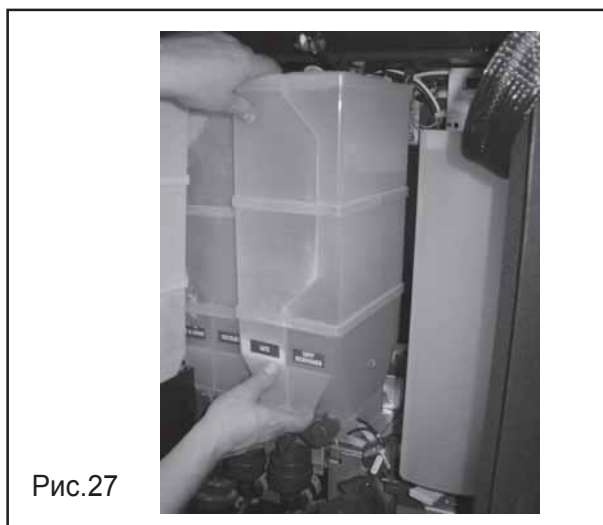

Рис.27
- Контейнеры для продуктов можно заполнить, не вынимая их из гнезд, однако при необходимости вынуть контейнер убедитесь, что выдвижная пластина выходного отверстия закрыта (Рис. 27). В частности закройте панель бункера для кофе прежде чем вынуть его.